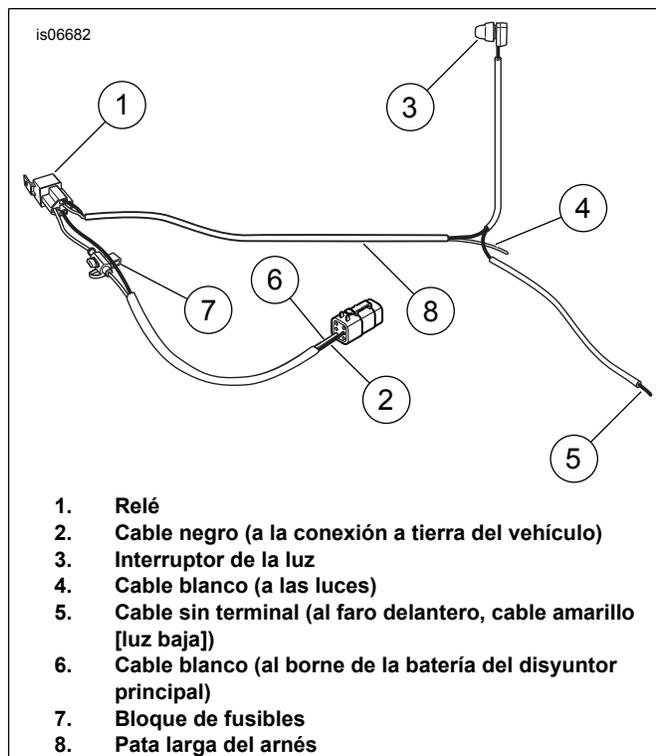

Figura 4. Identificación de los componentes del arnés de cableado
Vea la identificación de los componentes del arnés de cableado en la Figura 4.
14. Vea Figura 4. Coloque el arnés pasado del cabezal de dirección y coloque la pata del interruptor de la luz (3) del arnés a lo largo del lado izquierdo del manillar al control del embrague.